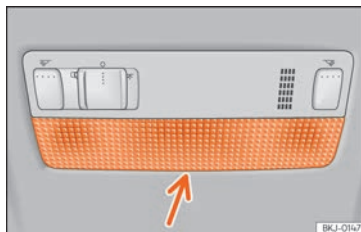

Fig. 57 Lampe de lecture avant.
- Introduisez la partie plate d'un tournevis fin entre la carcasse et le verre »» **fig. 57**.